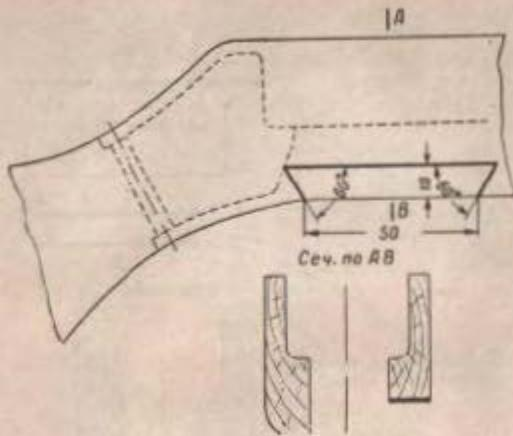
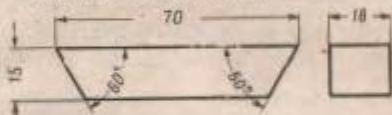
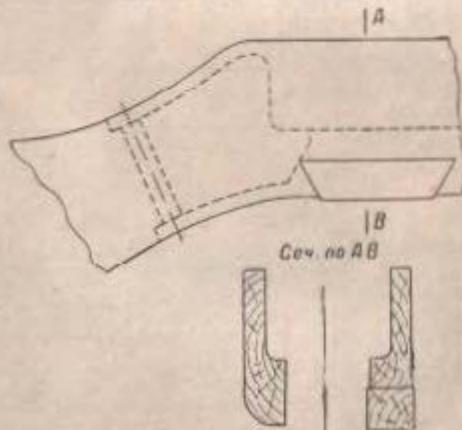
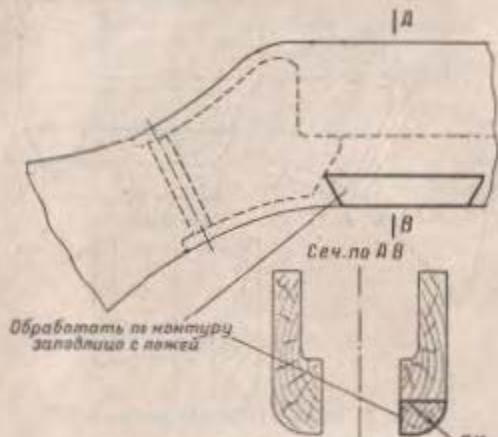

Рис. 69. Разъемный патч для вклейки
Рис. 70. Заготовка вклейки
Рис. 71. Постановка вклейки
Рис. 72. Обработка вклейки
(I) При наличии трещины или откола нижней задней части щек ложи на длине до 50 мм разделять паз для вклейки (рис. 69), изготовить вклейку (рис. 70), поставить ее на клею в паз (рис. 71) и обработать (рис. 72).